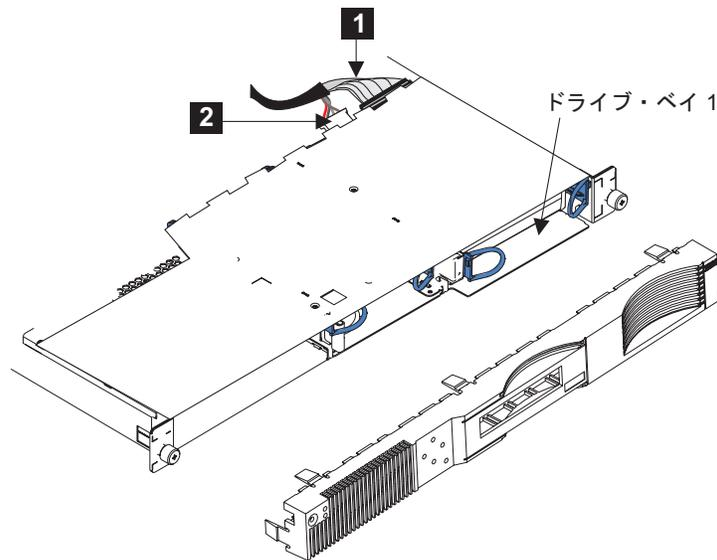

図 93. SAN ボリューム・コントローラー 2145-4F2 ディスク・ドライブおよびフロント・パネル
5. 図 93 に示すように、SCSI シグナル・コネクタ **1** と電源コネクタ **2** をディスク・ドライブの背面に接続します。